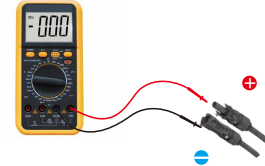
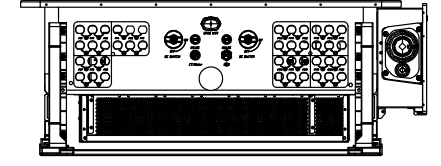

图3.16 万用表测量
图3.17 将直流连接器连接到逆变器
5. 用万用表测量直流输入的PV电压, 验证直流输入线缆的极性(参见图3.16), 确保每个组串的电压在逆变器允许范围内。将直流连接器与逆变器连接, 直至听到轻微的咔哒声, 表示连接成功。(参见图3.17)